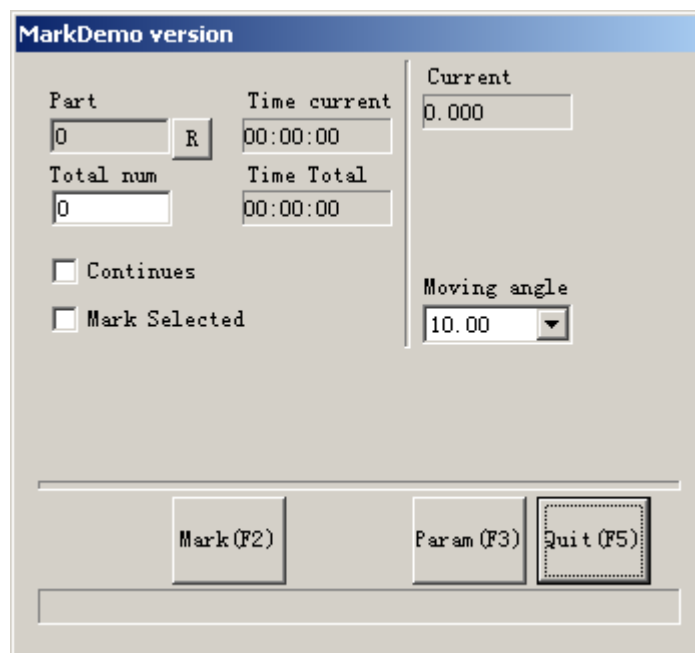

Рис. 8-5-4. Окно диалога круговой маркировки.
**4 этап:** нажмите пункт меню «**Rotary marking**» (круговая маркировка). Появится окно диалога, показанное на Рис. 8-5-4: